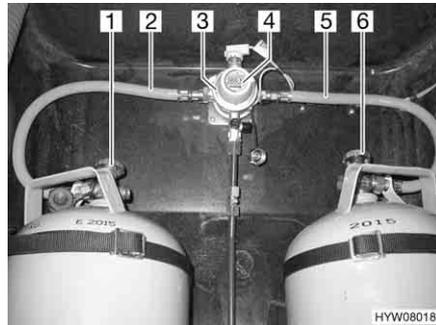
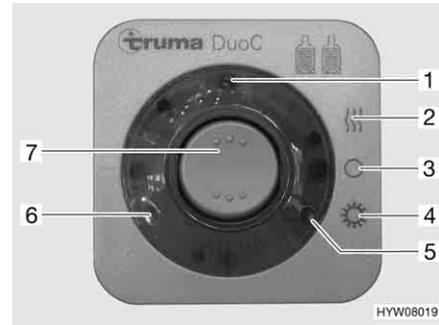

Fig. 130 Instalación de conmutación DuoControl
Fig. 131 Unidad de mando
La instalación de conmutación DuoControl se compone de una válvula selectora (Fig. 130,3) y la unidad de mando (Fig. 131). La válvula selectora está montada entre las gomas del gas (Fig. 130,2 y 5). Con el botón giratorio (Fig. 130,4) en la válvula selectora se puede determinar cuál de las bombonas de gas se utilizará como bombona de servicio y cuál bombona de gas como bombona de reserva.
En la unidad de mando (Fig. 131) únicamente pueden conmutarse las funciones eléctricas. Las llaves de paso principales de las bombonas de gas (Fig. 130,1 y 6) deben abrirse a mano.
La válvula selectora garantiza una presión de gas constante independientemente de cuál sea la bombona de gas que suministre el gas. Las dos luces de control en la unidad de mando indican el nivel de llenado de la bombona de servicio. Al estar encendida la luz de control verde (Fig. 131,6), estará llena la bombona de servicio. Al estar encendida la luz de control roja (Fig. 131,5), estará vacía la bombona de servicio. Entonces, el suministro de gas se realizará a través de la bombona de reserva.
- Abrir las llaves de paso principales en las bombonas de gas (Fig. 130,1 y 6).
- Con el botón giratorio (Fig. 130,4) en la válvula selectora (Fig. 130,3), seleccionar la bombona de gas de la que habrá de tomarse el gas principalmente (bombona de servicio). Girar el botón giratorio siempre hasta el tope.
- Conectar la instalación de conmutación DuoControl en la unidad de mando (Fig. 131). Para ello, ajustar el interruptor basculante (Fig. 131,7) en modo de invierno "On y calentar" (Fig. 131,2) o en modo de verano "On" (Fig. 131,4). Ahora, estará purgada de aire la válvula selectora. La luz de control amarilla (Fig. 131,1) estará encendida al haber seleccionado el modo de invierno y estando conectado el deshelador de regulador.
- Poner el interruptor basculante (Fig. 131,7) en "O" (Fig. 131,3). La luz de control amarilla (Fig. 131,1) se apaga.
- Cerrar las llaves de paso principales en las bombonas de gas (Fig. 130,1 y 6).
Indicación a distancia Las luces de control en la unidad de mando (Fig. 131,5 y 6) señalizan en el interior del vehículo si la bombona de servicio está dispuesta para el funcionamiento.
Cambio de bombonas de gas En caso de que luz de control verde (Fig. 131,6) se apague durante el servicio y se encienda la luz de control roja (Fig. 131,5), estará vacía la bombona de gas seleccionada como bombona de servicio y deberá ser cambiada. La bombona de reserva seguirá suministrando gas a los consumidores de gas.